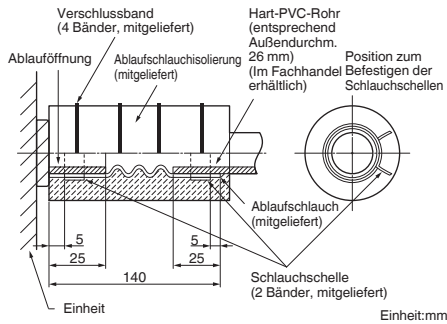

Abb. 3-64
- (1) Ein Standard-Hart-PVC-Rohr (Außendurchmesser: 26 mm) als Ablaufleitung zusammen mit dem mitgelieferten Ablaufschlauch und der Schlauchschelle verwenden, um Leckwasser zu vermeiden. (Abb. 3-64)
- So anbringen, dass sich der Schlauchbinderverschluss auf der Seite der Abflauöffnung befindet. (Abb. 3-64)
- Die Schlauchbinder so anbringen, dass sich jeder zwischen 5 und 25 mm vom Ende des mitgelieferten Ablaufschlauchs befindet. (Abb. 3-64)